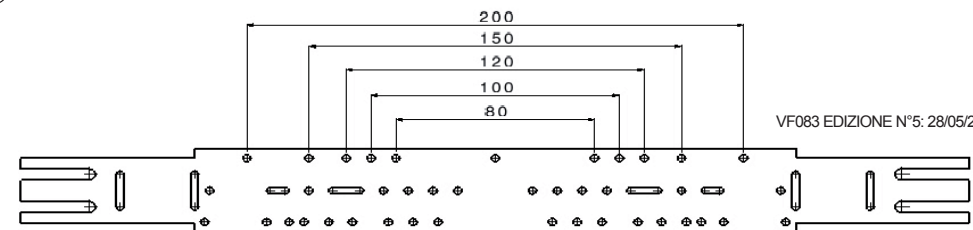

Fig.10
Utilizzando le 6 viti autofilettanti presenti nella confezione della staffa è possibile installare i raccordi a muro o quelli passanti. Nel caso dei raccordi passanti, possono essere orientati in diversi modi grazie alla griglia di fori presenti sulla staffa e sul raccordo stesso. I fori permettono inoltre di distanziare i raccordi in modo da ottenere l'interesse desiderato. Le misure sono riportate nel disegno di fig.10. La pinzatura può essere eseguita a raccordo già installato.
Utilizando los 6 tornillos autoroscantes presentes en la confección del soporte es posible instalar los racors (codo pared y codo fijación). En el caso del codo fijación, puede ser orientado de diversos modos gracias a la línea de taladros presentes en el soporte y en el mismo racor. Los taladros permiten desplazar el racor pudiendo así obtener el interese deseado. Las distancias entre taladros vienen indicadas en el diseño de la fig.10. El bloqueo se puede llevar a cabo con el racor ya instalado.
① E' possibile distanziare i raccordi facendo riferimento alla serie di fori indicati nel disegno seguente, Fig.10.
E Es posible determinar el interese de los racors, procediendo tal como se indica en la Fig.10.